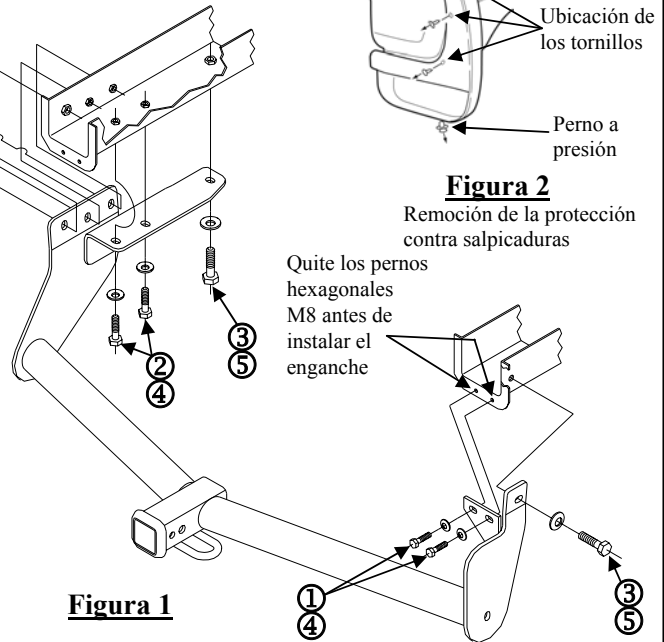

Figura 2
①	Ctd. (2)	Perno hexagonal M8 x 1.25 x 30mm CL8.8	④	Ctd. (6)	Arandela dentada cónica 3/8"
②	Ctd. (4)	Perno hexagonal M10 x 1.25 x 30mm CL8.8	⑤	Ctd. (3)	Arandela dentada cónica 1/2"
③	Ctd. (3)	Perno hexagonal M12 x 1.25 x 35mm CL8.8
- Quite las protecciones contra salpicaduras de la parte interior del guardabarros de lado del conductor y del pasajero sacando (3) tornillos de estrella y un perno a presión, sobre cada lado, como se muestra en la **Figura 2**. Conserve las protecciones contra salpicaduras y las sujeciones para la reinstalación.